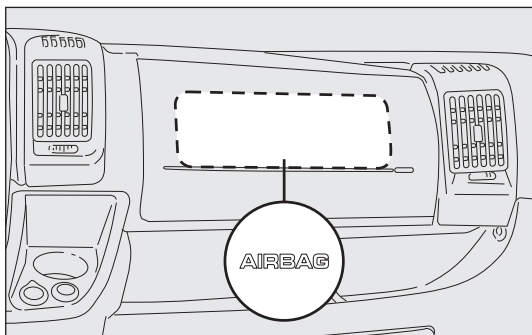

fig. 145
**AIR BAG FRONTALE LATO PASSEGGERO****fig. 145**